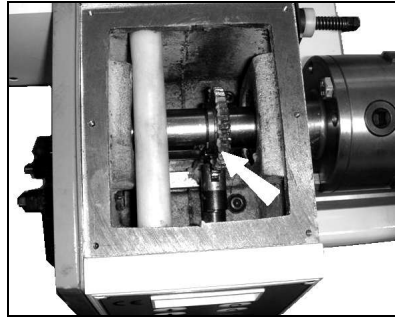

Fig 21
- 12...Zahnräder im Spindelstock leicht fetten (Fig 21)